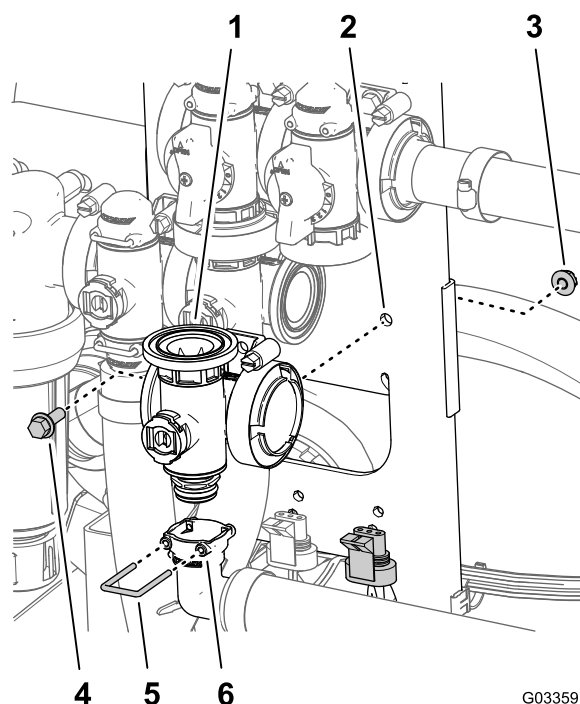

図 118
2. マスターブームバルブ用のマニホールドカップリングに90° 出口フィッティングを固定しているリテーナを外す 図 118。
3. マスターブームバルブをバルブマウントに固定しているフランジヘッドボルト1/4 x 3/4"とフランジロックナット1/4"を外してバルブマニホールドを機体から取り外す 図 118。